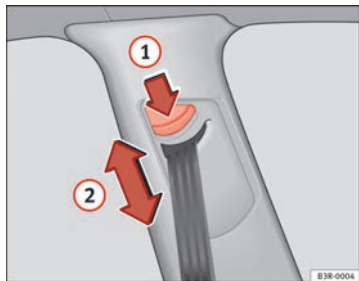

Abb. 16 Gurthöheneinstellung (Umlenkeschlag)
- Drücken Sie die Taste ⇒ Abb. 16 (1) der Gurthöheneinstellung.
- Verschieben Sie den Umlenkeschlag nach oben bzw. unten, bis der Schultergurtteil ungefähr über die Schultermitte – **keinesfalls über den Hals** – verläuft ⇒ Abb. 16 (2), ⇒  in Gurtbandverlauf auf Seite 26.